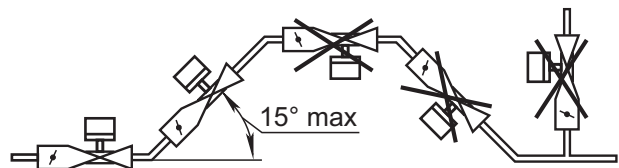

Рис. 2
4.2.6 Произведите монтаж клапана на трубопровод в соответствии с рекомендацией по расположению клапана на трубопроводе (рис. 2). Отклонение катушки от вертикального положения допускается не более 15°.